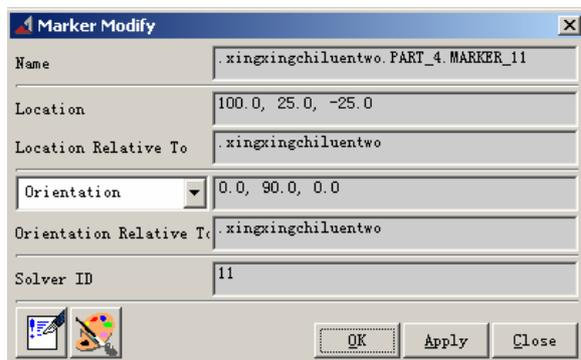
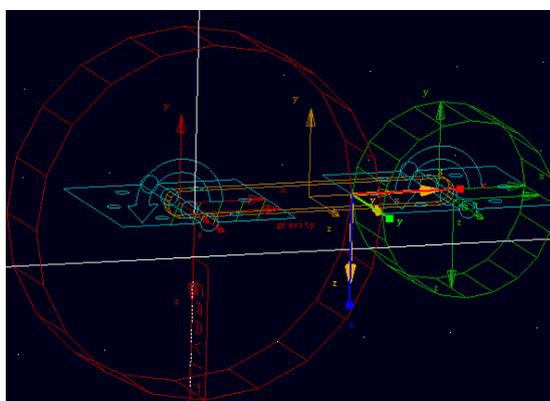

图 4-6 进行坐标轴的旋转
图 4-7 旋转后的啮合点
0.0 修改为 0, 90, 0(方位旋转)。如图 4-6 所示。点击对话框下面的 **OK** 键进行确定，旋转后的啮合点 (**MARKER_14**) 如图 4-7 所示。从图中可以看出，啮合点的 Z 轴 (蓝色) Z 轴的方向与齿轮的啮合方向相同。